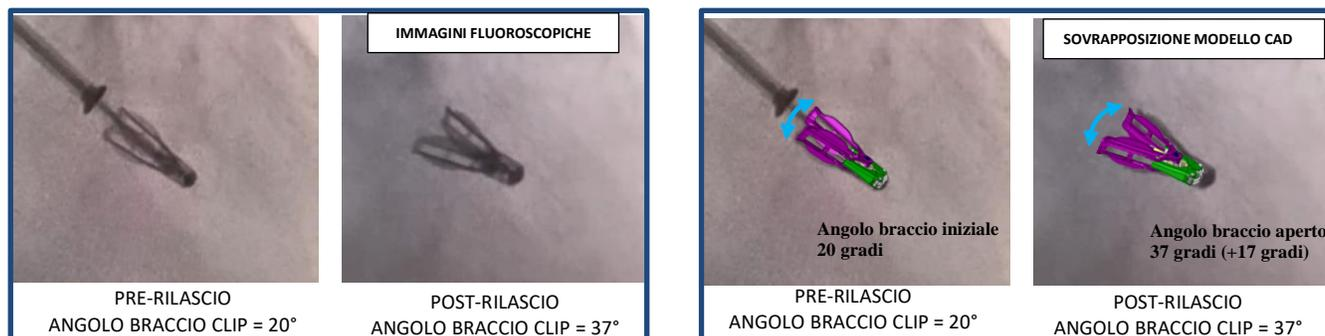

Figura 1: immagine fluoroscopica di un'apertura della clip mentre è bloccata (COWL) al rilascio (a sinistra) con sovrapposizione del modello CAD (a destra)
- COWL descrive quando l'angolo del braccio della clip aumenta dopo il rilascio. In questi casi, gli utenti osservano uno scivolamento del meccanismo di blocco e un risultante angolo del braccio maggiore di 10 gradi rispetto all'angolo osservato al momento del rilascio. Questo cambiamento nell'angolo del braccio dopo il rilascio può essere identificato mediante fluoroscopia (vedi esempio nell'Appendice A, Figura 1).
Un esempio di una clip che si apre di 17 gradi è mostrato nella Figura 1.